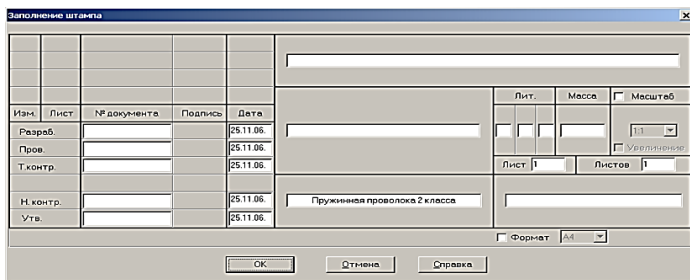

Рис. 43
**Заполнение штампа.** Двойным щелчком левой кнопкой мыши в области штампа чертежа (меню *Данные/Штамп*) открываем диалоговое окно «*Заполнение штампа*», в полях ввода которого можно указать фамилии исполнителей и дату, а также выбрать масштаб чертежа, формат чертежа и т.п. (рис. 43.)